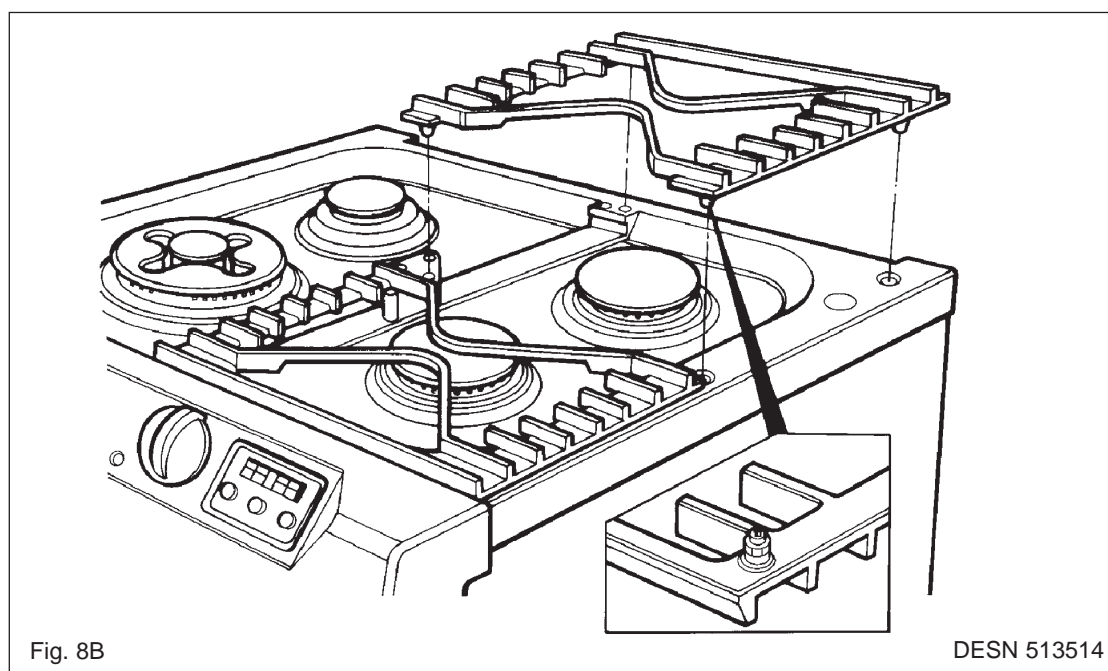

Fig. 8B
1. Afloje la tuerca de retención usando una llave de 8mm (véase Fig. 8B).